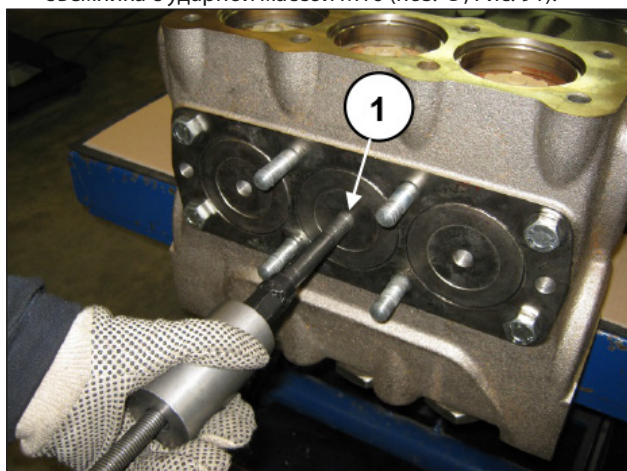

Рис. 91
С) Извлеките передние пробки клапанов с помощью съемника с ударной массой М16 (поз. ①, Рис. 91).